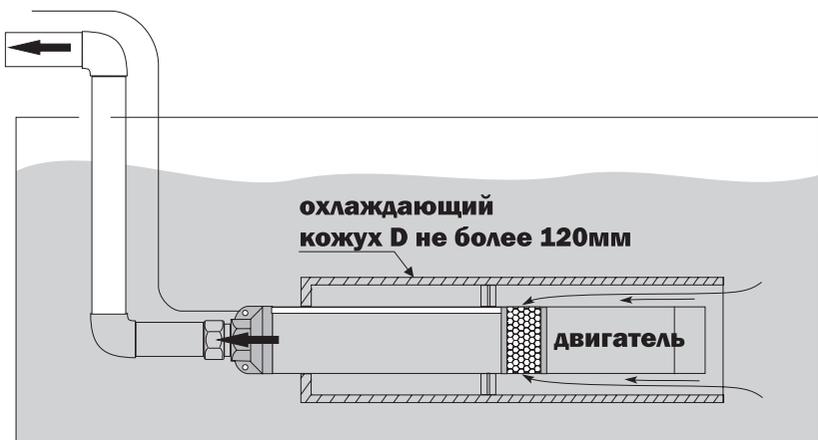

Рис.4 – Монтаж насоса в охлаждающем кожухе
- необходимо установить внешний кожух вокруг насоса (рис.4), который создает поток жидкости вдоль насоса для эффективного охлаждения двигателя.